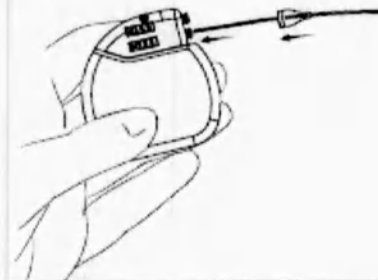

Рис. 24
2. Для инструкции по соединению электрода, обратитесь к руководству врача по системе для нейростимуляции генератора (см. Рис.24).